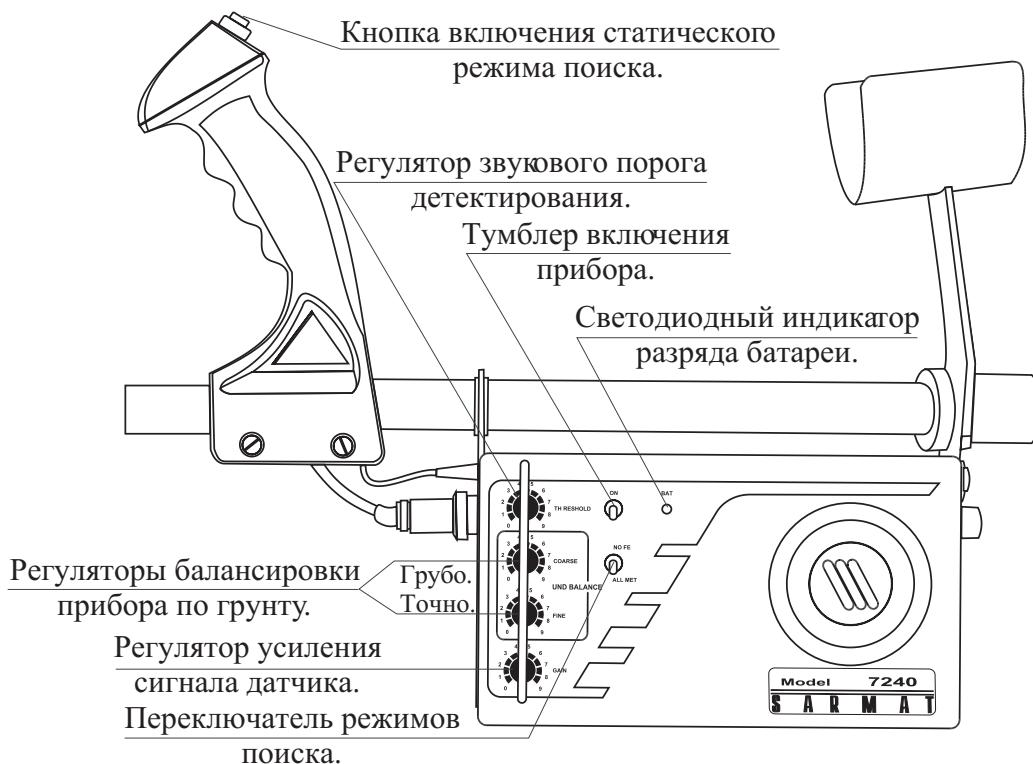

Рис. 2
6.1. Детектор имеет следующие органы управления и индикации (см Рис.2):
- 5 Тумблер включения прибора (ON)
6.7. Кнопка включения статического режима.(См рис. 2)